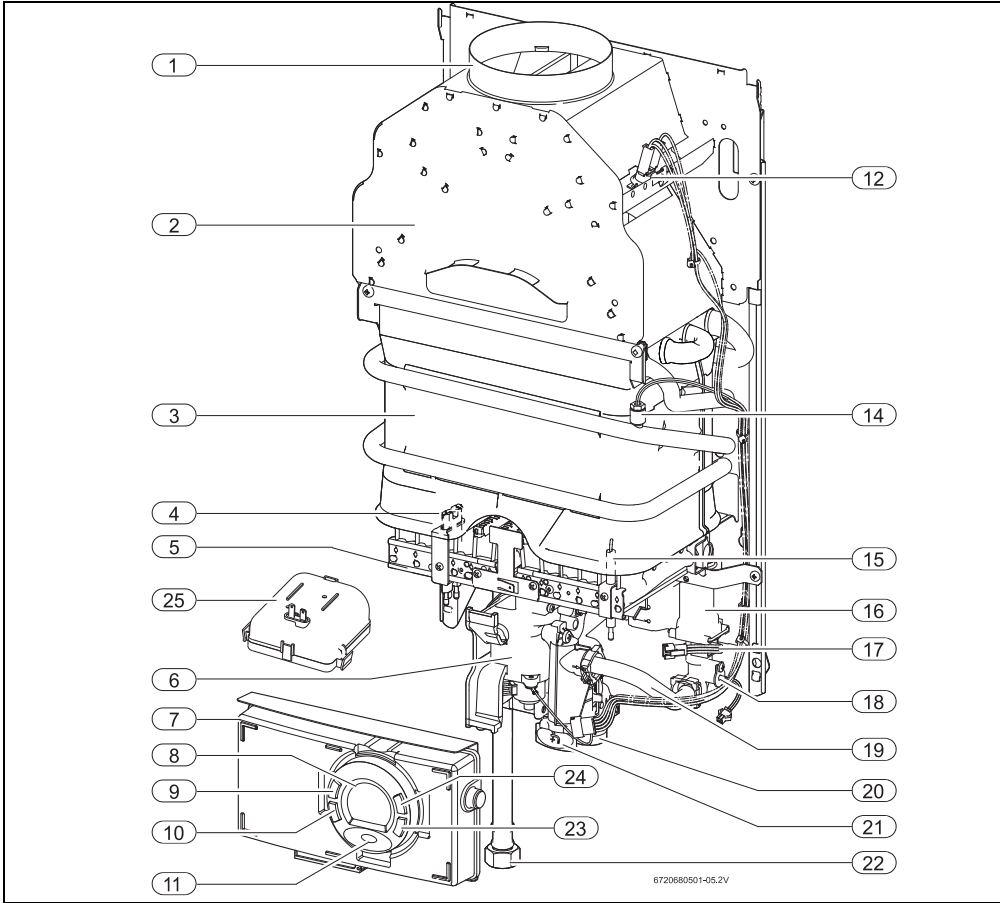

Fig. 2
- ▶ Colocar a tecla On/Off (→Fig. 2, [9]) em posição de funcionamento.
Sempre que se abrir uma torneira de água quente, o sensor de caudal de água (→Fig. 2, [17]) envia um sinal à unidade de comando. Depois de verificadas todas as condições para o correcto funcionamento do aparelho, inicia-se o processo de ignição:
- dá-se a produção de faíscas (→Fig. 2, [4]) e a válvula de gás abre (→Fig. 2, [6]).
- O eléctrodo de ionização (→Fig. 2, [15]) supervisiona o estado da chama